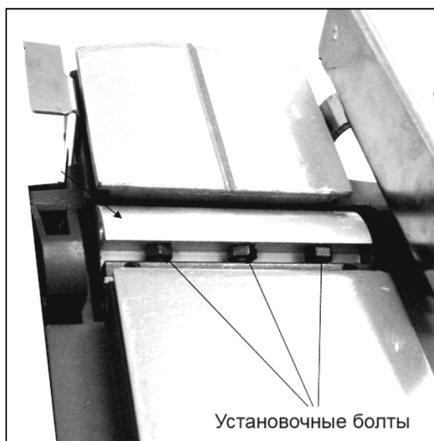

Рис. 8
- Для отсоединения ножей от ножевого барабана, с помощью гаечного ключа открутите установочные болты (Рис.8).